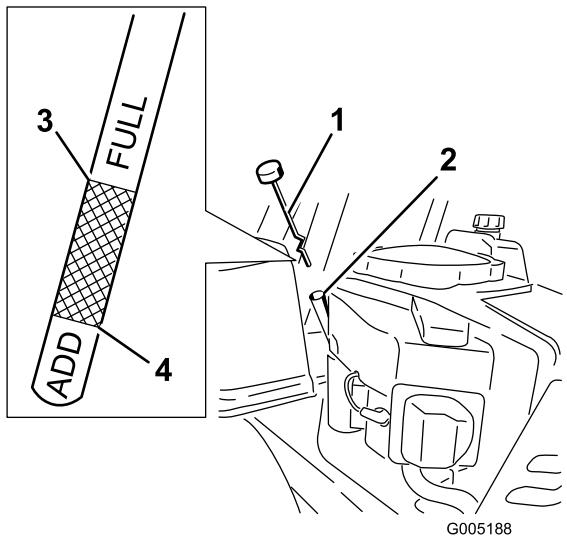

Bild 30
4. Ziehen Sie den Fülldeckel bzw. den Peilstab heraus und wischen Sie das Öl ab. Setzen Sie den Peilstab wieder ein und drücken Sie ihn richtig rein (Bild 30).
5. Entfernen Sie den Peilstab und prüfen den Ölstand. (Bild 30).
8. Nehmen Sie den Öleinfüllstutzendeckel/Peilstab ab (Bild 30).
14. Gießen Sie ca. 80 % der angegebenen Ölmenge langsam in den Einfüllstutzen (Bild 30).
15. Setzen Sie den Öleinfüllstutzendeckel/Peilstab ein (Bild 30).
16. Prüfen Sie den Ölstand (Bild 30); siehe Prüfen des Ölstands“.
18. Setzen Sie den Deckel des Öleinfüllstutzens bzw. den Peilstab ein und schrauben Sie ihn fest (Bild 30).